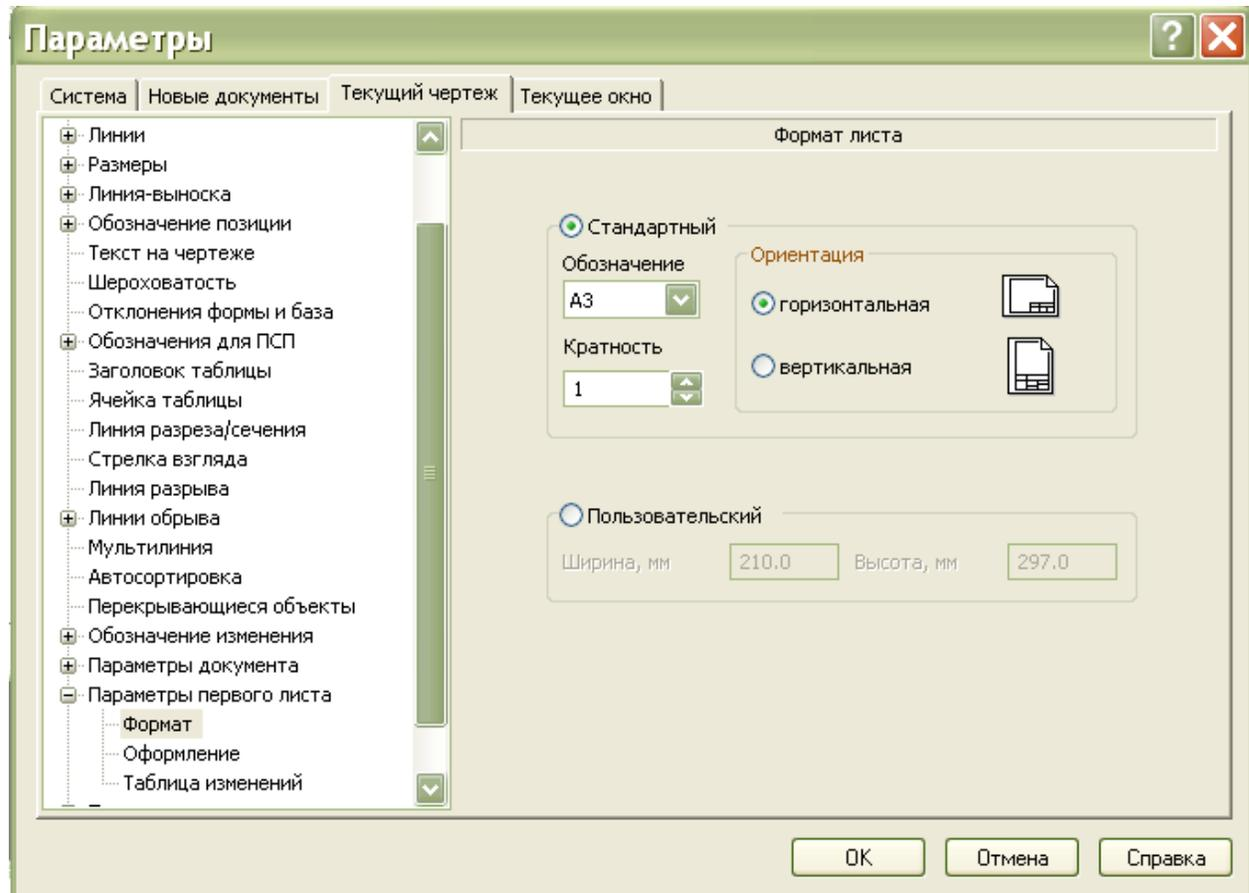

Рисунок 70. Диалоговое окно «Параметры».
3. Измените формат и ориентацию листа, например, задайте стандартный формат **A3** и выберите горизонтальную ориентацию (рис.70).